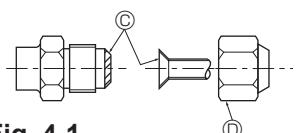

Fig. 4-1
Ⓐ (Fig. 4-1)
Ⓑ (Fig. 4-1)
4.2. Łączenie rur (Fig. 4-1)